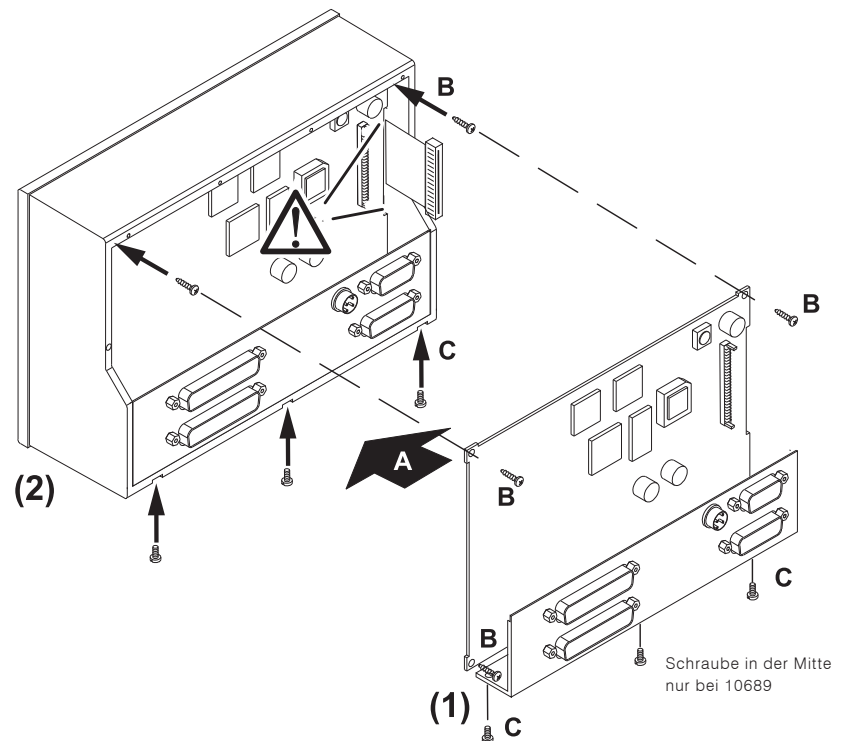

Bild D 7-10: Einsetzen und Befestigen der Hauptplatine und des Anschlusswinkels
10. Nehmen Sie die Hauptplatine und das anhängende Anschlusspanel und platzieren Sie beides auf den Befestigungsstegen (A). Achten Sie auf die Verbindungskabel zwischen Anschlusspanel und Hauptplatine! Führen Sie das flache Display-Kabel durch die seitliche Aussparung der Hauptplatine so, dass es ca. 2 cm über die Hauptplatine herausragt. Achten Sie darauf, dass das flache Display-Kabel dabei nicht zwischen Platine und Halterung bzw. Platine und Gehäuse eingeklemmt wird! Befestigen Sie die Hauptplatine mit ihren drei Schrauben (B). Richten Sie dann das Anschlusspanel aus und befestigen Sie es mit seinen zwei (10689-PLUS, das mittlere Loch bleibt offen) bzw. drei (10689) Schrauben von der Unterseite (C). (Bild D 7-10)